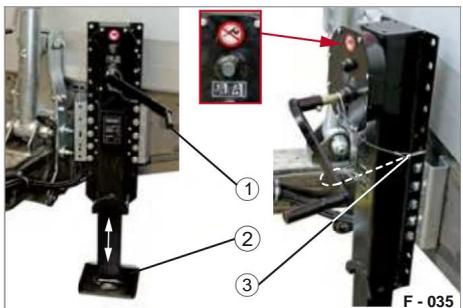

Fig. 49 Piede di appoggio esteso
- ÿ Rilasciare la fune di sicurezza (Fig. 49/3) dalla manovella (Fig. 49/1).
- ÿ Con la manovella, in marcia veloce, abbassare il piede di appoggio (Fig. 49/2) fino a poco prima del contatto con il suolo.